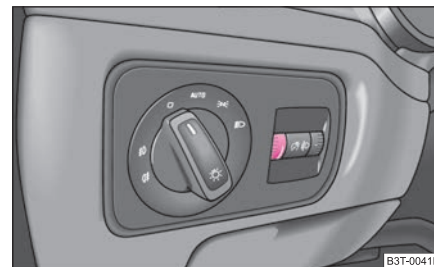

Fig. 44 Tablero de instrumentos: iluminación de los instrumentos
- Gire el regulador giratorio ⇒ fig. 44 a la intensidad deseada de la iluminación de instrumentos.⁸⁾
⁸⁾ La intensidad de la iluminación de la pantalla informativa* ⇒ página 19 se ajusta automáticamente. El ajuste por medio del regulador giratorio ⇒ fig. 44 sólo puede realizarse en lo oscuro.